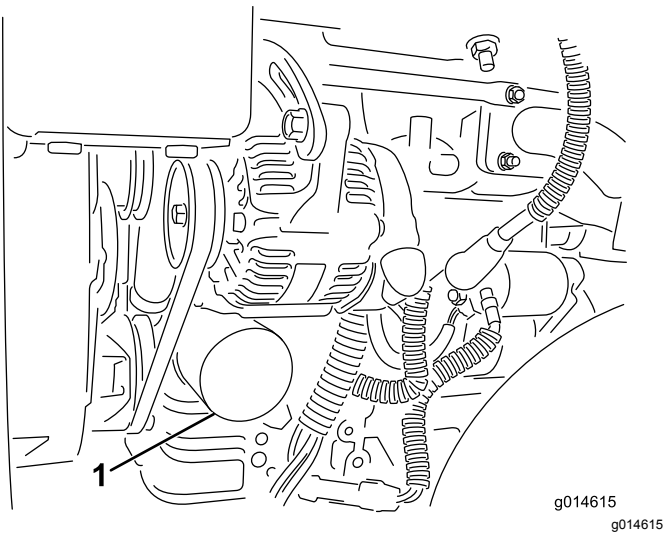

図 41
2. オイルフィルタ 図 41 を外す。新しいフィルタのガasketに薄くエンジンオイルを塗る。